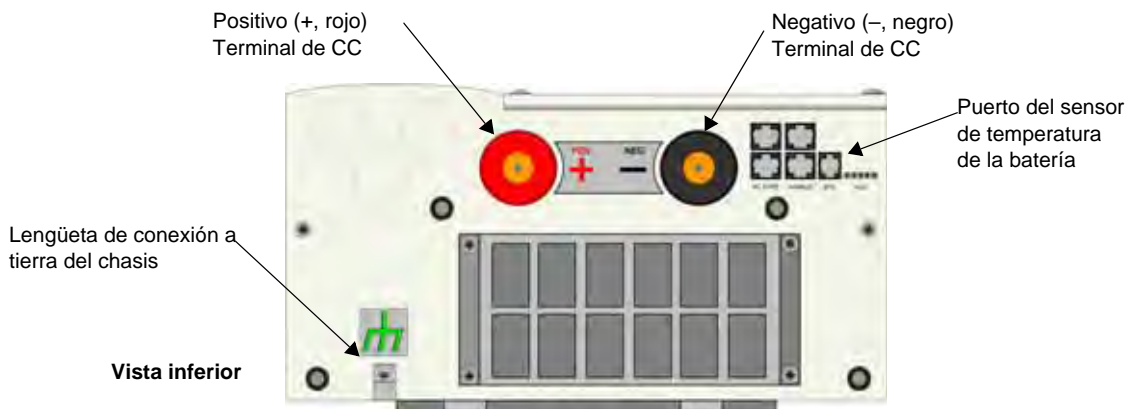
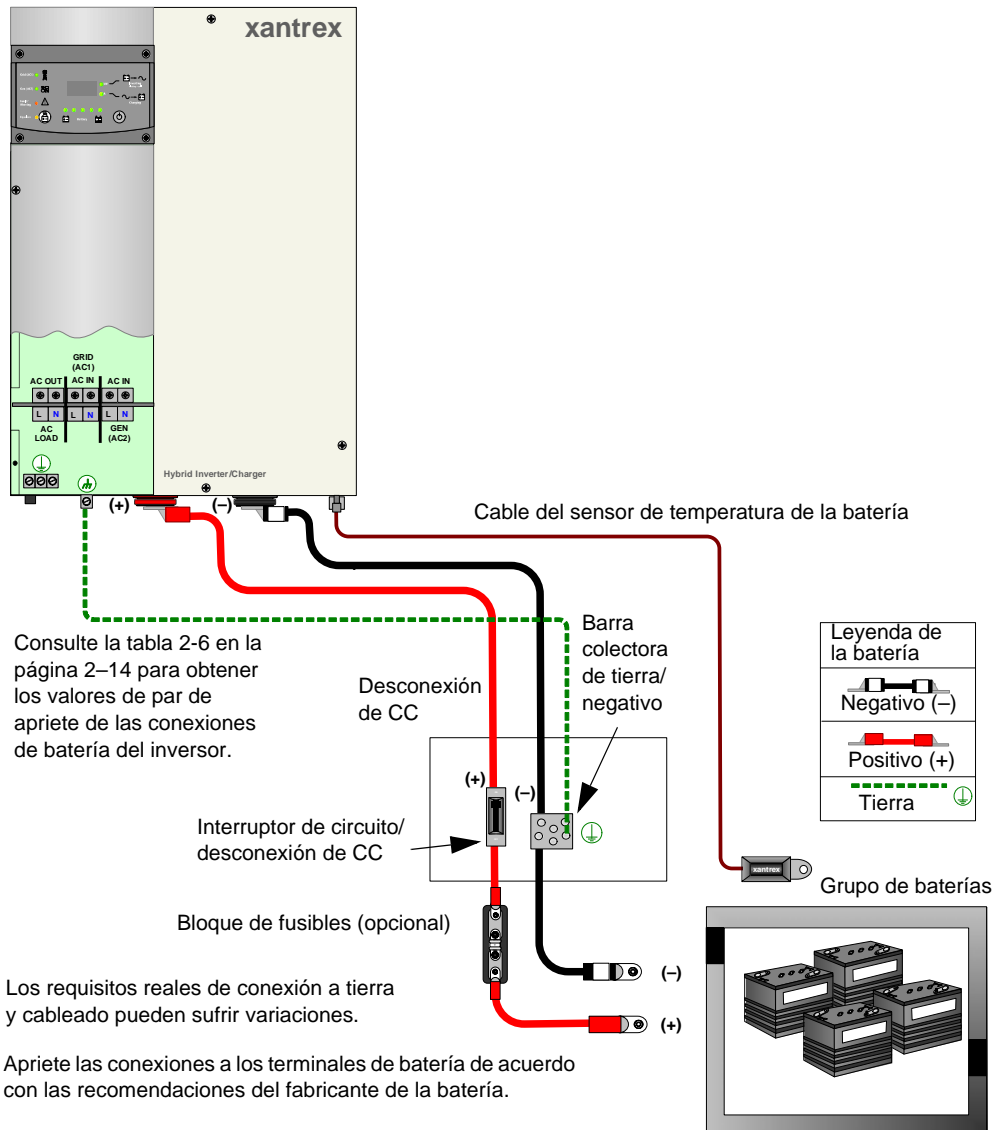

Figura 2-9 Conexiones de CC del cargador/inversor XW
Figura 2-11 Conexiones de CC a un único inversor
1. Introduzca la clavija del sensor de temperatura de la batería en el puerto del STB. Consulte la Figura 2-9 y la Figura 2-11.